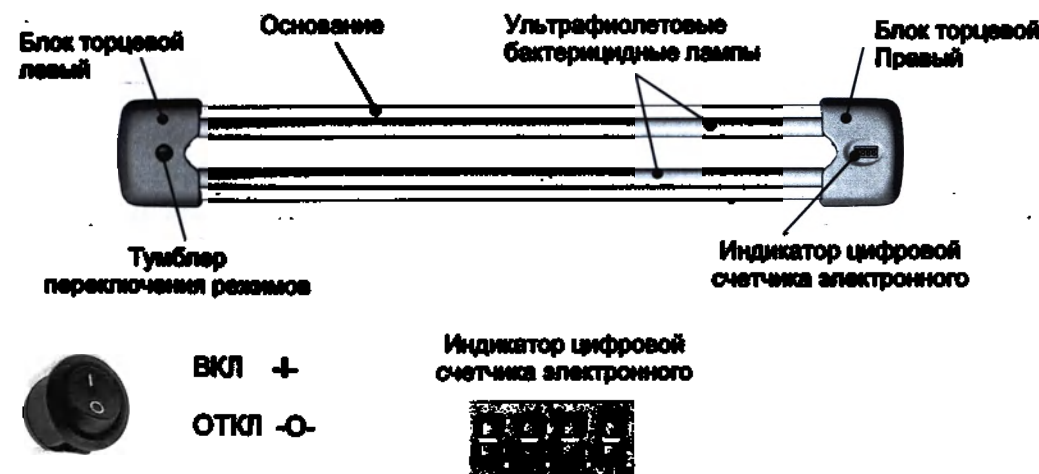

Рис.1
- 5.1. Облучатель состоит из корпуса и установленных в нем 2-х ламп. Корпус состоит из 2-х торцевых блоков, соединенных основанием (рис.1). Торцевые блоки предназначены для размещения и защиты от внешних воздействий электрических компонентов облучателя и перекрывают доступ к токоведущим частям при случайном прикосновении.
- 5.2. В правом торцевом блоке (рис.1) установлены: счетчик электронный с индикатором цифровым, 2 патрона электрических для установки и подключения ламп, клеммная колодка для подключения жил кабеля питания, в том числе заземляющего провода стационарной проводки.
- 5.3. В левом торцевом блоке (рис.1) установлены: электронный пускорегулирующий аппарат (далее по тексту «ЭПРА»), 2 патрона электрических для установки и подключения ламп, и тумблер переключения режимов.